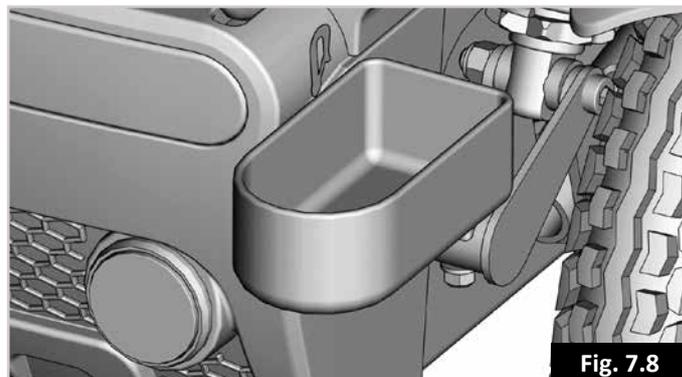

Fig. 7.8
7.7 Portastampelle: (Fig. 7.8):